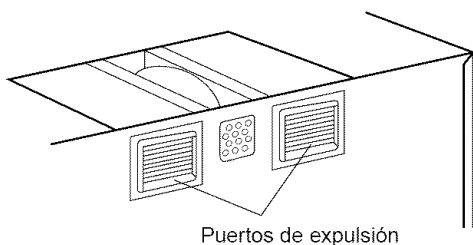

Figura 16
6. Coloque de vuelta la unidad del soplador en el gabinete. Compruebe que los puertos de expulsión enfrenten la parte posterior del gabinete. Vea la **Figura 16**.